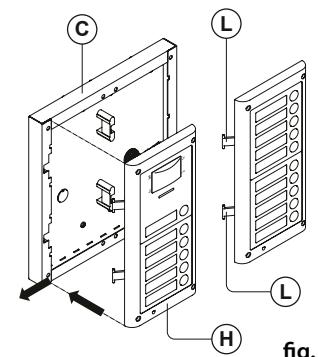
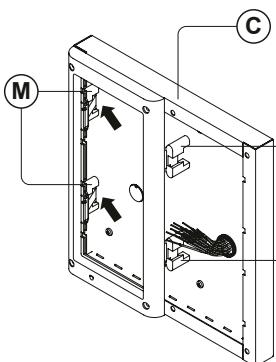

fig. 7
fig. 8
- When you have more than one support frame, hook the support frame to the surface box starting from the left. For convenience we will described how to attach the left frame but the same must be carried out for the right frame. As shown in **Fig. 7**, hook the module support frame **H** (complete with modules) to the surface box **C** moving the frame as suggested from pointers. Ensure that the pivots **L** (**Fig. 7**) go inside the relevant housing **M** as shown in **Fig. 8**;
- Quando sono necessari più di un supporto moduli, questi vanno agganciati alla scatola da superficie partendo da quello più a sinistra. Per praticità verrà descritto come procedere con il supporto di sinistra, ma naturalmente le stesse operazioni valgono anche per quello di destra. Come mostrato in Fig. 7, agganciare il supporto moduli **H** (completo di moduli) alla scatola da superficie **C**, muovendolo come suggerito dalle frecce. Fare attenzione che i perni **L** (Fig. 7) si inseriscono nei relativi alloggiamenti **M** come mostrato in Fig. 8;
- Lorsque plusieurs supports modules sont nécessaires, ils doivent être accrochés au boîtier de surface en partant de celui se trouvant le plus à gauche. Pour des raisons de praticité sera décrite la manière de procéder avec le support de gauche, mais naturellement les mêmes opérations sont valables également pour celui de droite. Comme illustré sur la Fig. 7, accrocher le support modules (H) (complet de modules) au boîtier de surface (C), en le bougeant comme suggéré par les flèches. Faire attention à ce que les pivots (L) (Fig. 7) s'insèrent dans les logements correspondants (M) comme illustré sur la Fig. 8 ;